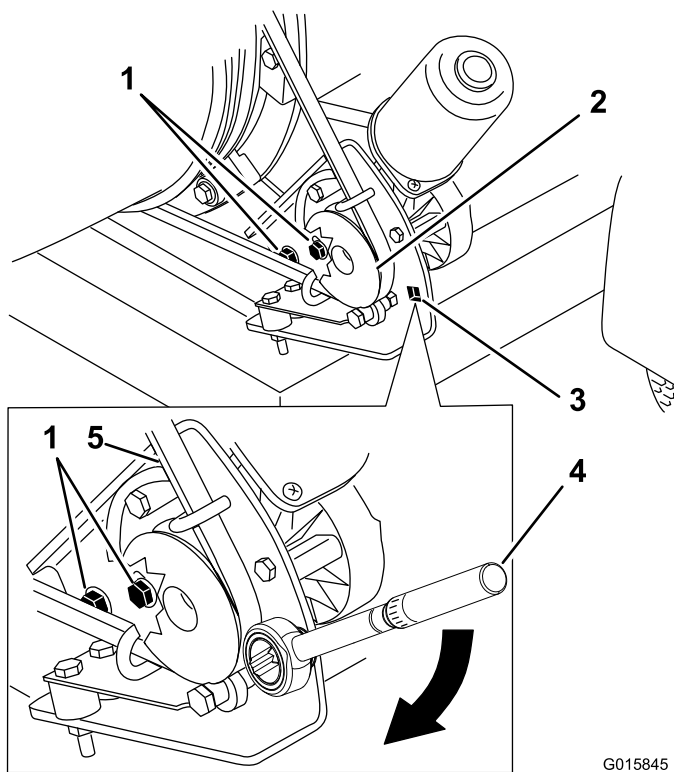

图25
1. 拧开将皮带轮安装支架固定到吹风机机架上的螺栓（图25）。
2. 将扭矩扳手放入皮带轮安装支架（图25）。
3. 将皮带轮安装支架转离出风管，直至扭矩扳手读数为  $22.6 \sim 26.0 \text{ N} \cdot \text{m}$ （图25）。